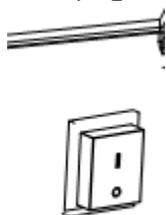

Figure 2
- a. Mettez l'interrupteur en position I et vérifiez que le ventilateur fonctionne correctement. (Figure 2)